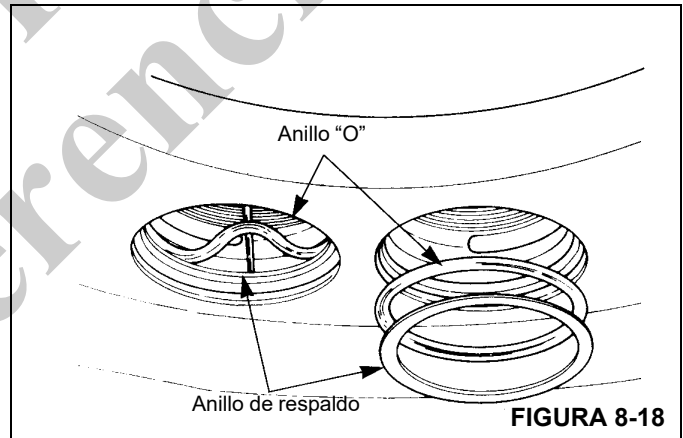

FIGURA 8-18
10. Retire y bote el anillo "O" y los anillos de respaldo. Consulte la Figura 8-18.